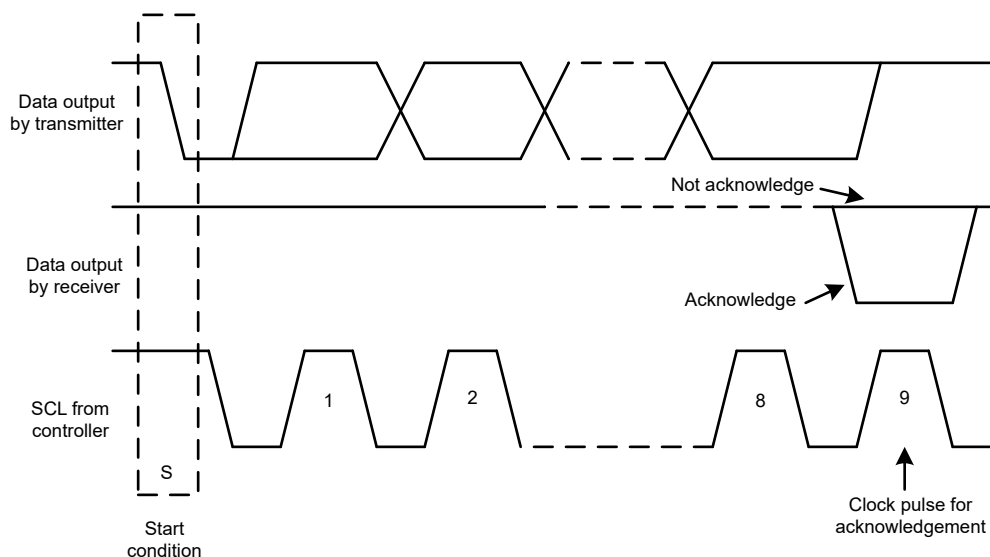
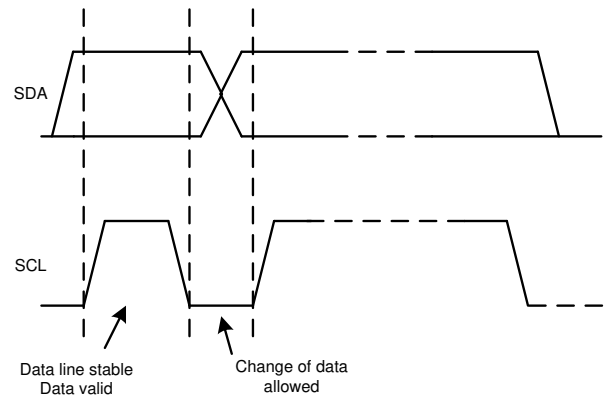

图 7-18. I²C 总线上的确认和非确认
图 7-20. 在 I²C 总线上的位传输
除了特定的时序信号外，I²C 接口还使用串行字节。在每个字节结束时，第九个时钟周期产生并检测确认信号。确认是指 SDA 线在第九个时钟周期的高电平期间被拉低。非确认是指 SDA 线在第九个时钟周期的高电平期间保持高电平，如 图 7-18 所示。
2. 控制器随后产生 SCL 脉冲，并在 SDA 线上发送 7 位地址和读取/写入方向位 ($\overline{R/\overline{W}}$)。在所有传输期间，控制器确保数据有效。有效数据条件要求 SDA 线在时钟脉冲的整个高电平期间保持稳定，如图 7-20 所示。所有器件都识别控制器发送的地址，并将其与相应内部固定地址进行比较。只有具有匹配地址的目标器件才会通过在第 9 个 SCL 周期的整个高电平期间拉低 SDA 线来生成确认，如图 7-18 所示。当控制器检测到此确认时，则表示与目标的通信链路已建立。